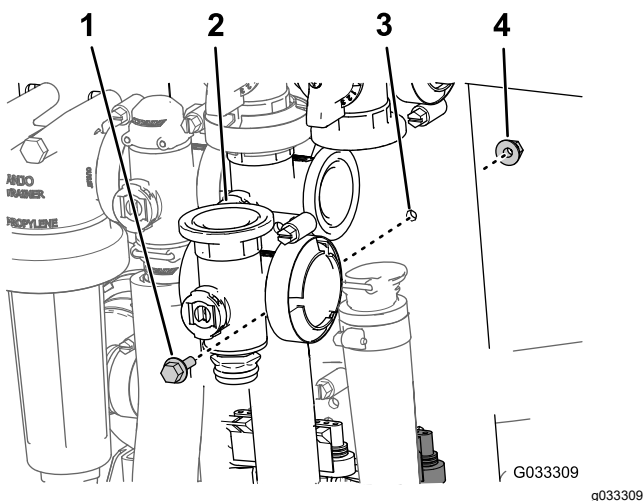

图 73
- 卸下将主喷洒臂段阀固定至阀安装座的凸缘头螺栓和凸缘锁紧螺母然后从机器中拆下阀歧管 **图 73**。